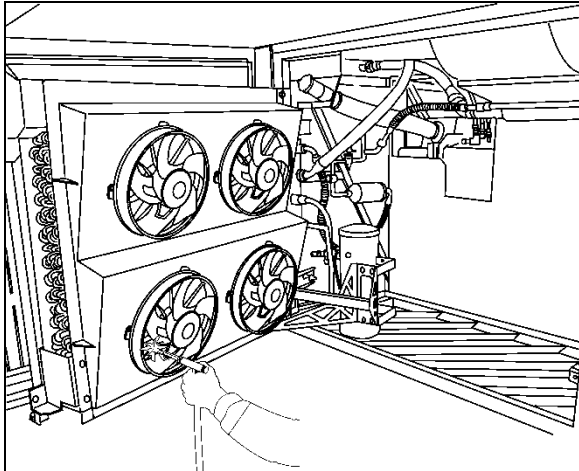

FIGURA 16: LIMPIEZA DE LA UNIDAD DE PASAJEROS BOBINA DEL CONDENSADOR CON CHORRO DE AIRE A BAJA PRESIÓN
**Una vez al año**, limpie el condensador con chorro de aire a baja presión o una corriente de agua a baja presión, teniendo cuidado de no dañar las aletas (Figura 16).